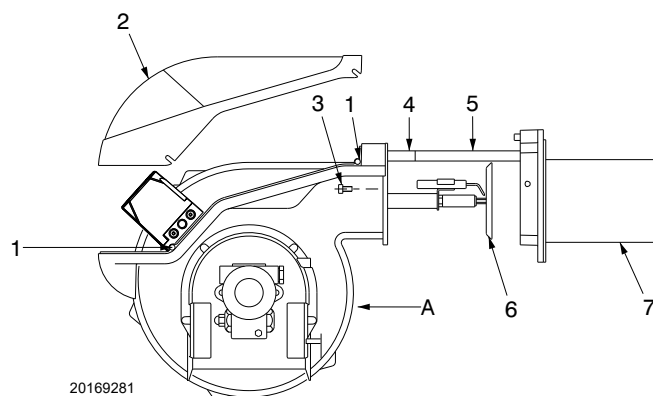

Fig. 40
- arretrare la parte A tenendola leggermente sollevata per non danneggiare il disco 6) sul boccaglio 7)(Fig. 40).